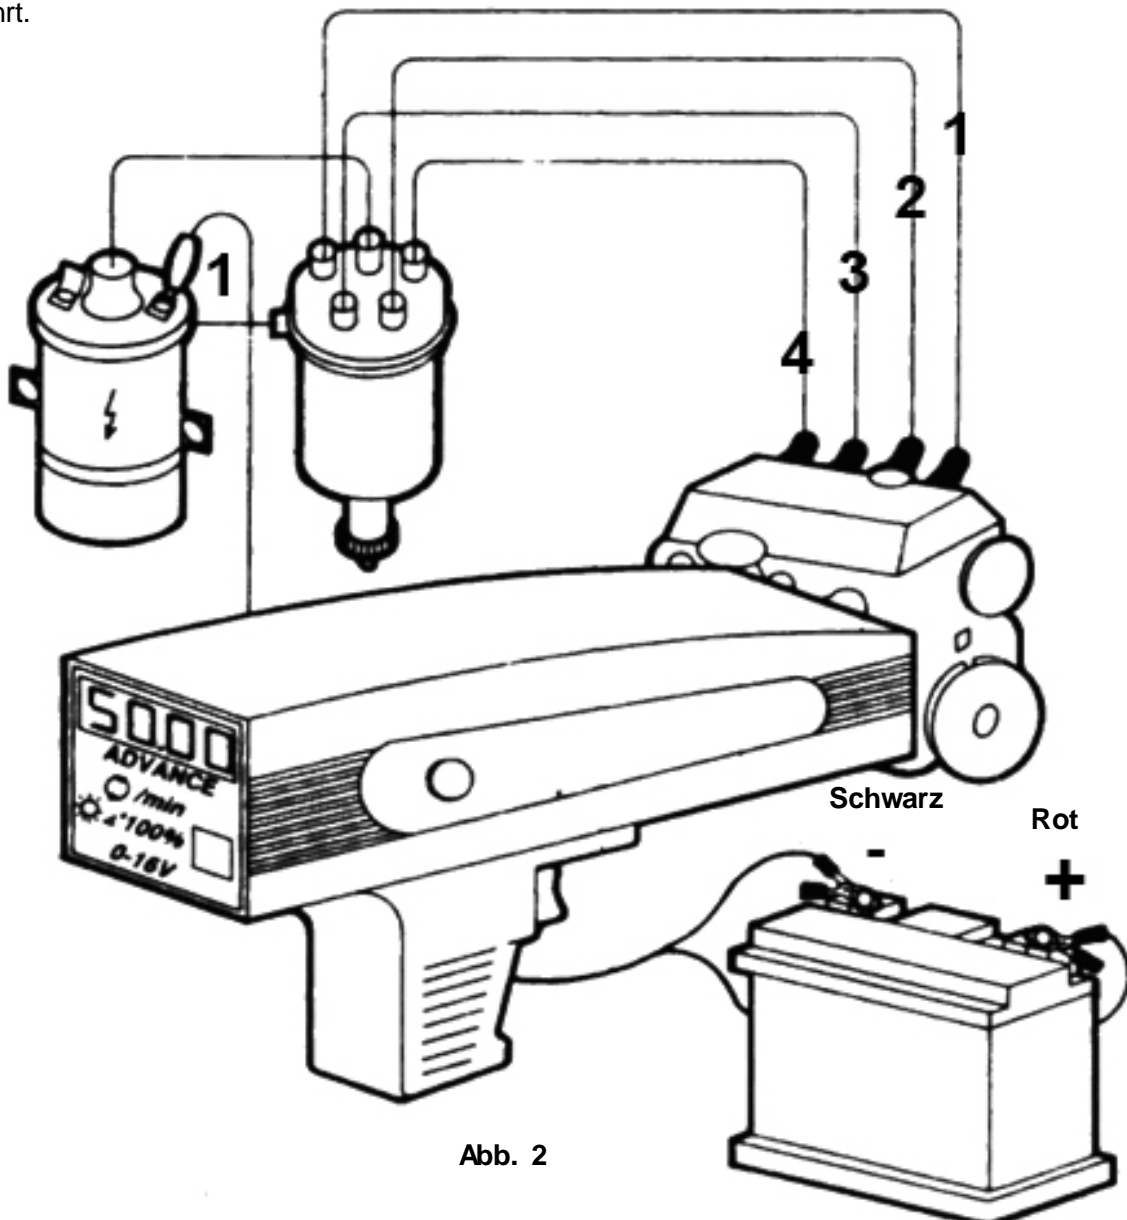

Abb. 2
Zündlichtpistole mit Ottomotor anklammern (wie in Abb. 2 gezeigt). Bringen Sie den Motor auf Betriebstemperatur und stellen sicher, dass die Unterbrecherkontakte bzw. der Schließwinkel richtig eingestellt sind.
1. Drücken Sie die Umschalt-Taster an der Zündlichtpistole bis der Bereich Schließwinkel eingestellt ist. (Siehe Abbildung 2)